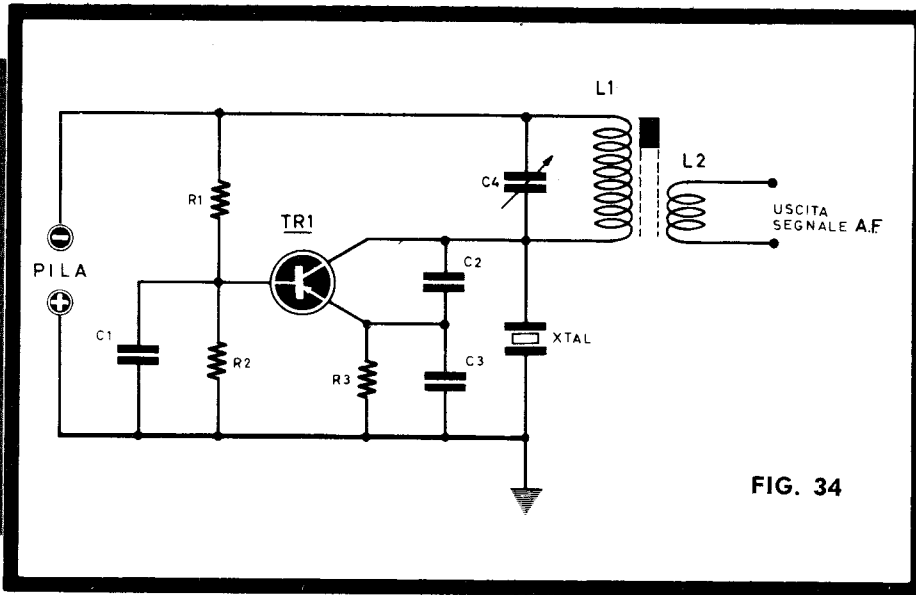

FIG. 34
OSCILLATORE A QUARZO TIPO CLAPP - FIG. 34
L1: vedi dati presentati per progetto di fig. 34
L2: vedi dati presentati per progetto di fig. 34
- L1-L2: bobine adatte per 27 MHz (vedi fig. 34)